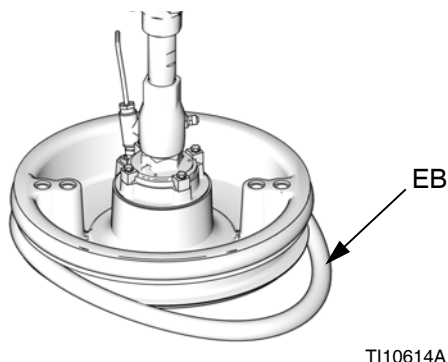

ABB. 16
1. Werkzeuge aus Holz oder Kunststoff verwenden, um eine Beschädigung des Abstreifers (EB) zu verhindern. Sämtliches Material aus den Dichtungsnuten entfernen.
2. Abstreifer (EB) über die Rückseite der Folgeplatte ziehen. *Dabei an der Unterseite beginnen.* Siehe ABB. 16.
3. Abstreifer (EB) in obere Nut einlegen und gesamten Abstreifer durch Nut führen.
4. *Nur für 55-Gallonen-Abstreifer:* Zweiten Abstreifer (EB) in untere Nut einlegen und gesamten Abstreifer durch Nut führen.